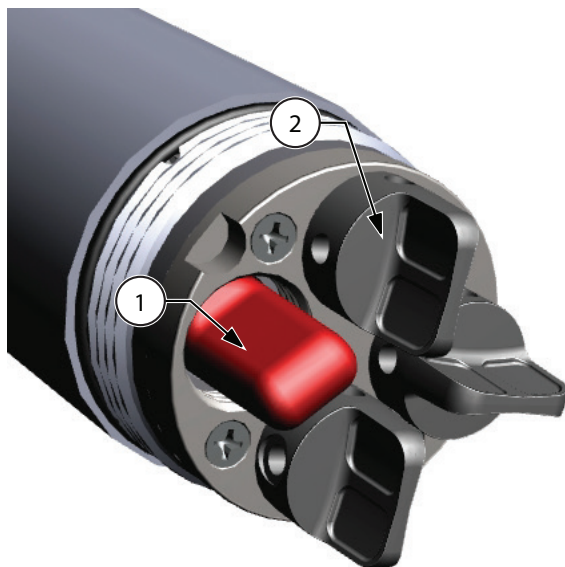

Figura 5 Bujões de portas
1. Retire e descarte as fichas de pó enviadas com o instrumento (Figura 5 na página 10).